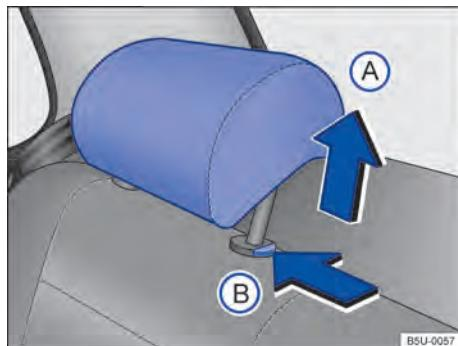

Fig. 62 Apoio para cabeça traseiros: desinstalar.
- Pressionar o botão → Fig. 62 B no sentido da seta. Retirar o apoio para cabeça com o botão pressionado.
- Empurrar o apoio para cabeça para baixo com o botão → **Fig. 62 B** pressionado.